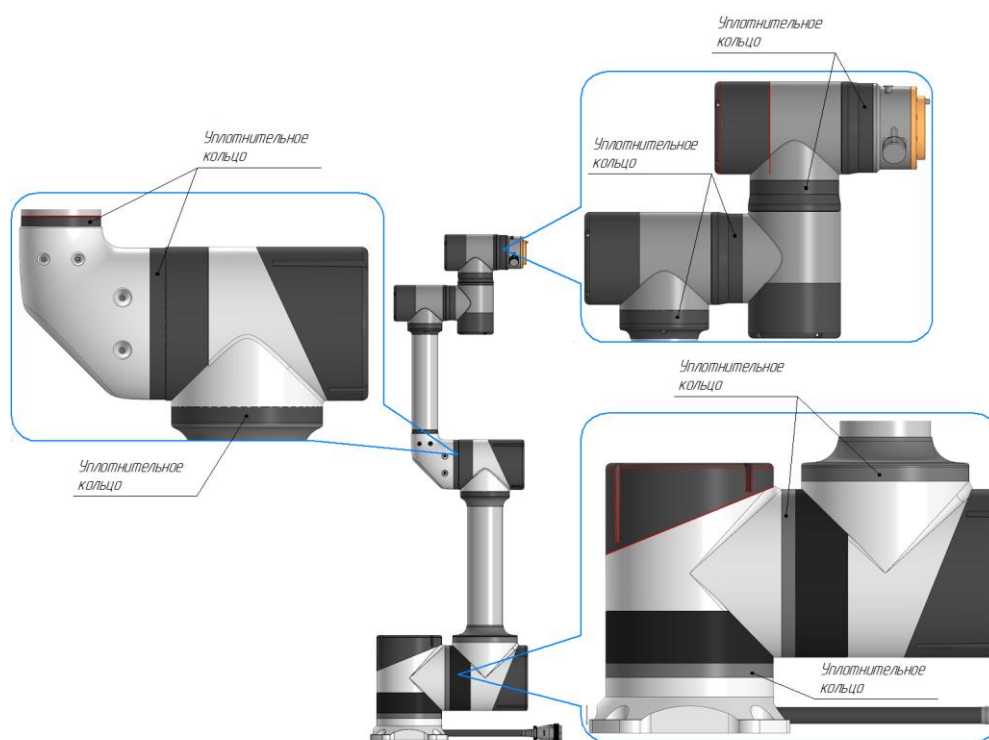

Рисунок 19 – Уплотнительные кольца манипулятора
- проверка состояния уплотнительных колец (см. Рисунок 19):